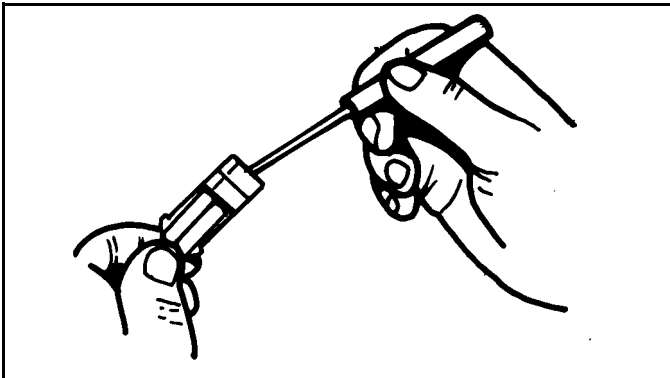

Abb. 3-14
3. Verwenden das Anschlussausbauwerkzeug (#96102499), um den Kontakt vom Anschlusskörper zu entfernen. (Siehe Abb. 3-14)